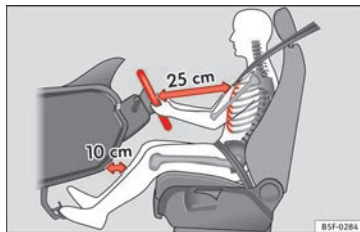

Fig. 82 La distanza corretta tra il conducente e il volante
- Regolare la posizione del volante in modo tale che la distanza tra il volante stesso e il torace sia di almeno 25 cm » **fig. 82.**
- Posizionare il sedile di guida in modo tale che tra lo sterzo del conducente e il centro del volante ci sia una distanza di almeno 25 cm » fig. 82. Se si sta seduti a meno di 25 centimetri di distanza non si può essere protetti con adeguata efficacia dal sistema degli airbag.